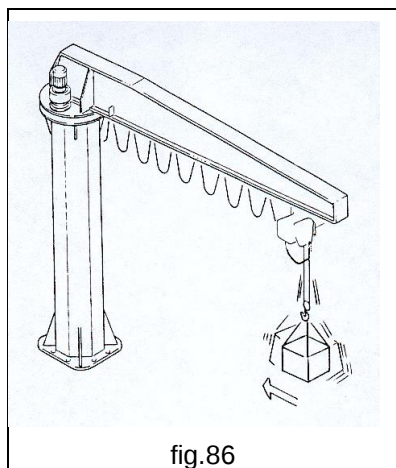

fig.86
- **MAI** far oscillare il carico o il gancio durante la traslazione (fig.86).